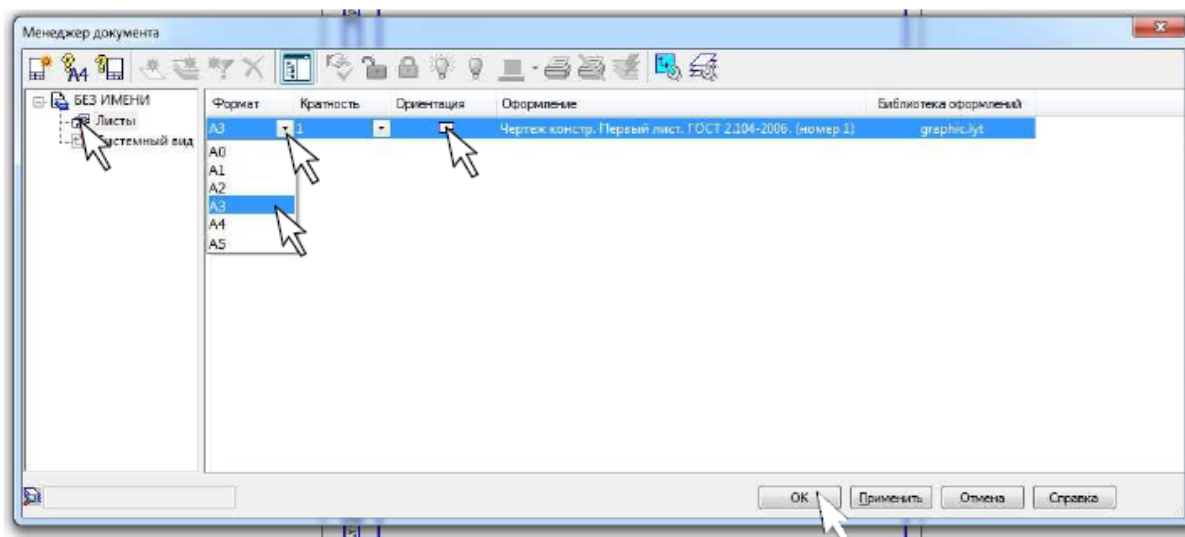

Рисунок 11 – Менеджер документа
1. В головном меню выберите закладку *Сервис* → *Менеджер документа* , в диалоговом окне поменяйте формат на формат A3 горизонтального расположения (ориентация), рис. 11.